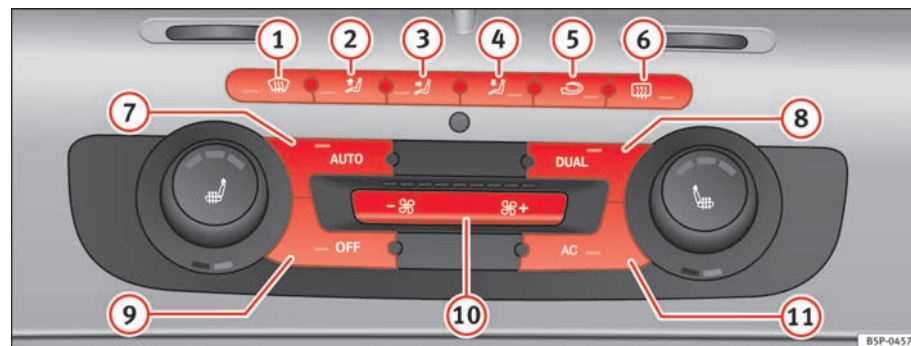

Fig. 129 Mandos del 2C-Climatronic en el tablero de instrumentos
- Gire las rulinas de regulación de temperatura ⇒ página 164, fig. 129 **9** ó **14** para ajustar la temperatura del lado izquierdo y derecho respectivamente.
- Pulse la tecla  ⇒ **página 164, fig. 129**. Aparece “AUTO High” en el display de la radio (velocidad de turbina alta).
- Pulse de nuevo la tecla  ⇒ **página 164, fig. 129**. Aparece “AUTO Low” en el display de la radio (velocidad de turbina baja).